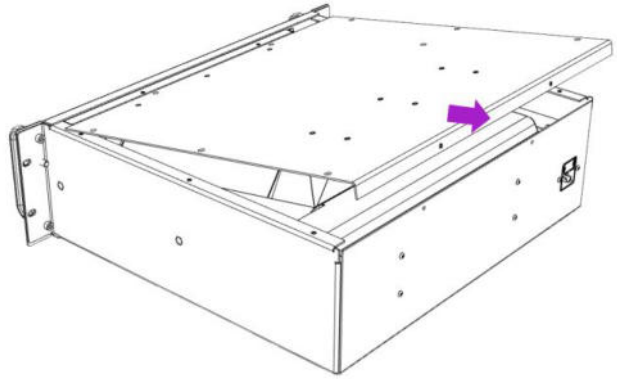

Fig. 12
5. Tire de la tapa superior de la carcasa en la dirección de la flecha (Fig.12)